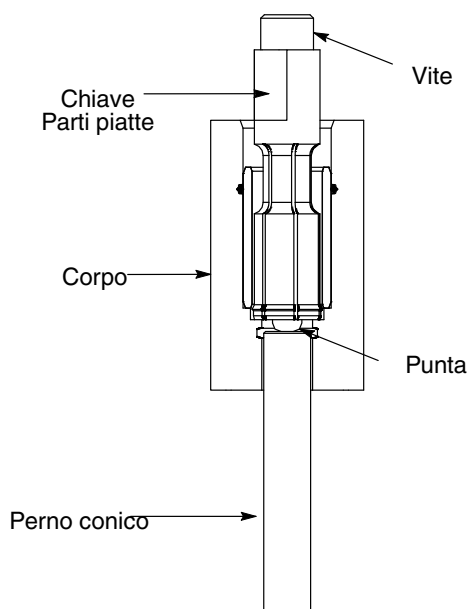

Figura 14 Immagine dell'innesto dell'utensile
6. Vedi figura 14. Tenere le parti piatte dell'utensile con una chiave. Stringere la vite finché la testa della vite tocca l'utensile.